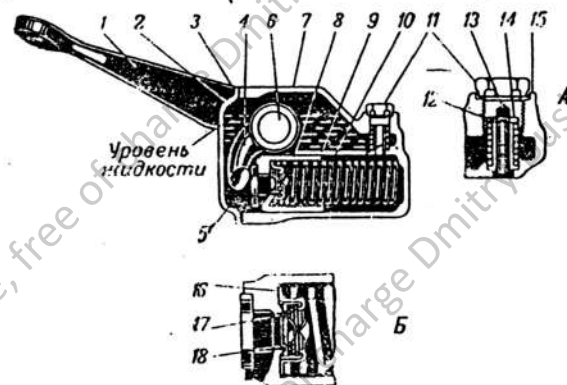

Рис. 41. Амортизатор:
Совместно с рессорами работают четыре амортизатора поршневого типа, одностороннего действия (рис. 41).
8. Периодически (6 раз в год) проверять отсутствие утечки жидкости из амортизаторов; в случае надобности коротким ключом подтянуть болты крышки *2* и проверить состояние прокладки *3* (рис. 41).